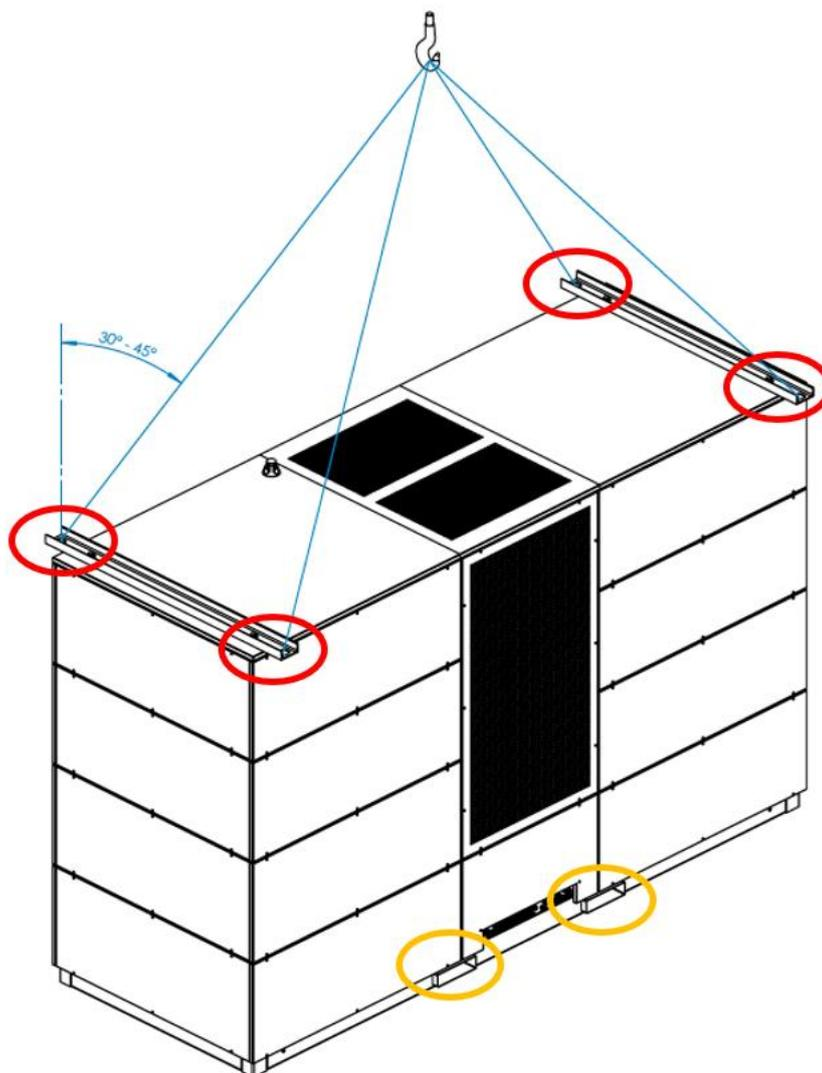

Abbildung 40: Aufnahmepunkte
- Für das korrekte Heben mit einem Kran muss ein Winkel von 30° - 45° (vgl. Abbildung 40: Aufnahmepunkte) eingehalten werden.